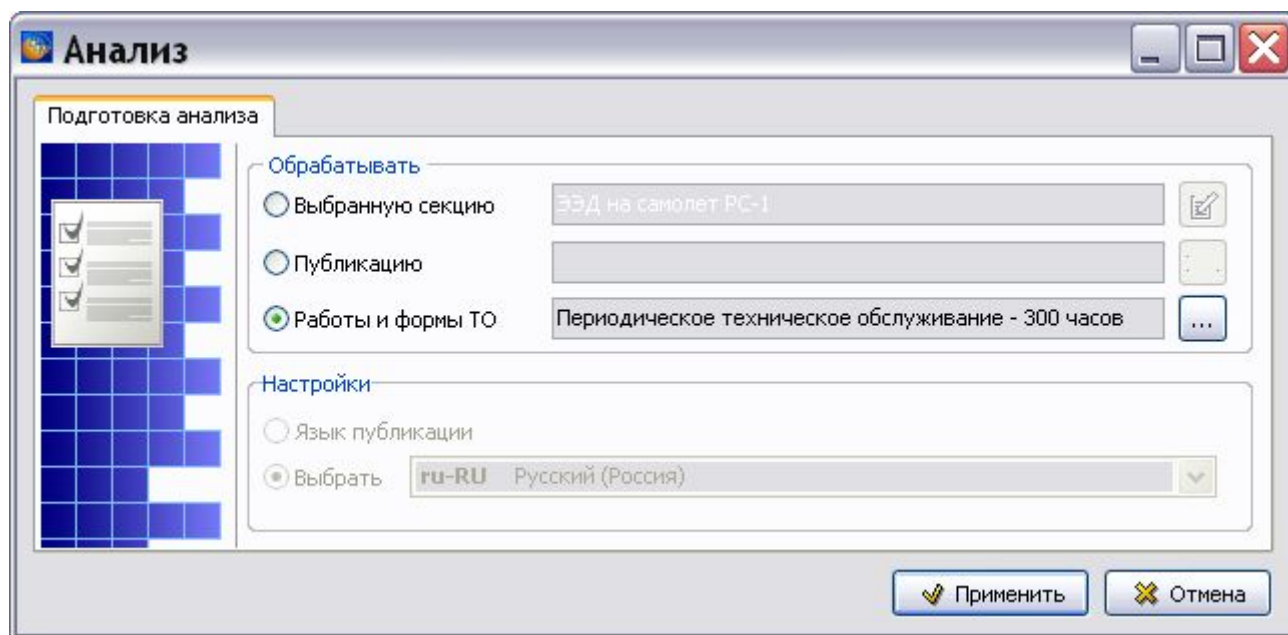

Рис. 8.167
2. Разверните структуру проекта, выделите нужную версию модуля данных форм ТО и нажмите на кнопку **Выбрать**. После этого произойдет возврат в окно **Анализ**, в поле **Работы и формы ТО** будет указано название выбранного модуля данных (Рис. 8.167).